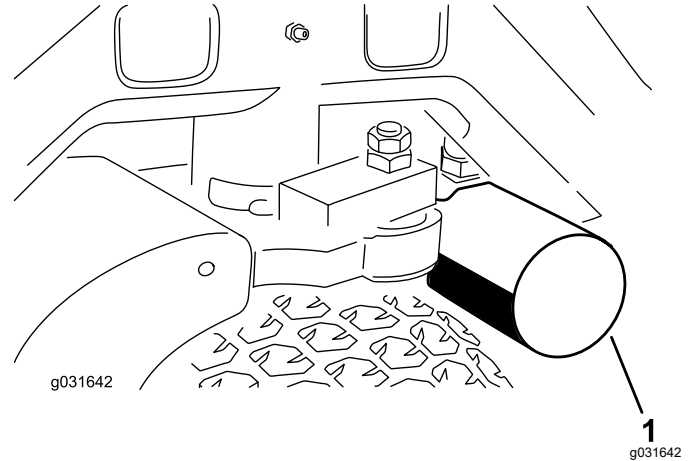
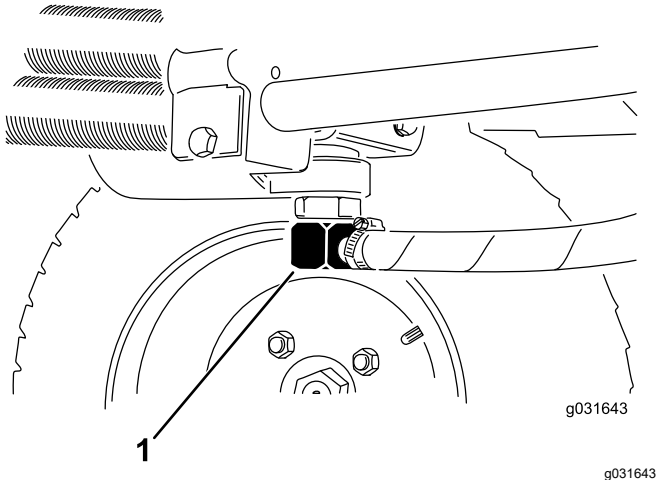

Bild 65
Bild 66
3. Reinigen Sie den Anbaubereich des Filters, stellen Sie eine Auffangwanne unter den Filter und entfernen den Filter (Bild 65).
2. Klemmen Sie die Hydraulikölleitung ab oder entfernen den Hydraulikölfilter und lassen das Hydrauliköl in ein Auffanggefäß ablaufen (Bild 65 und Bild 66).
3. Montieren Sie die Hydraulikölleitung, wenn kein Öl mehr ausströmt (Bild 66).